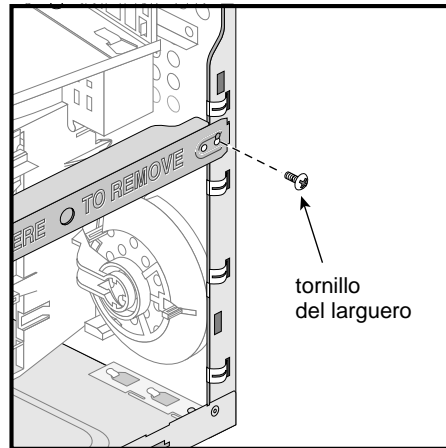

Figura 2-3 Desmontaje del tornillo del larguero
2. Desmonte el tornillo del larguero, que se encuentra en el lado derecho. En la Figura 2-3 se muestra su posición.